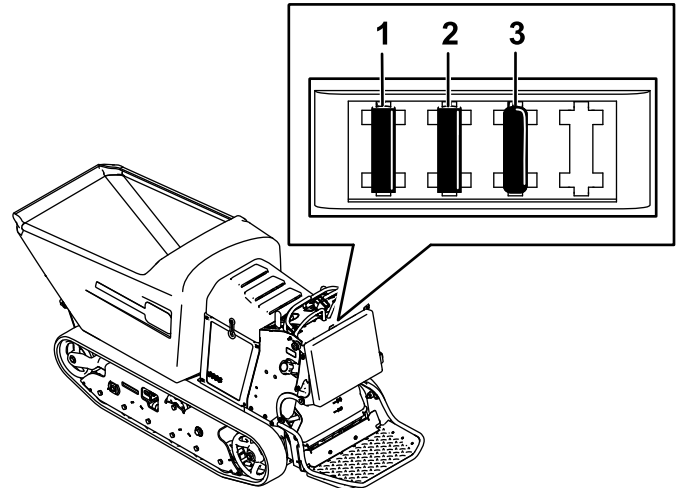

Figure 36
Remarque: Veillez à utiliser un fusible du bon calibre (Figure 36).
2. Tirez sur le fusible pour le sortir ou le remplacer (Figure 36).